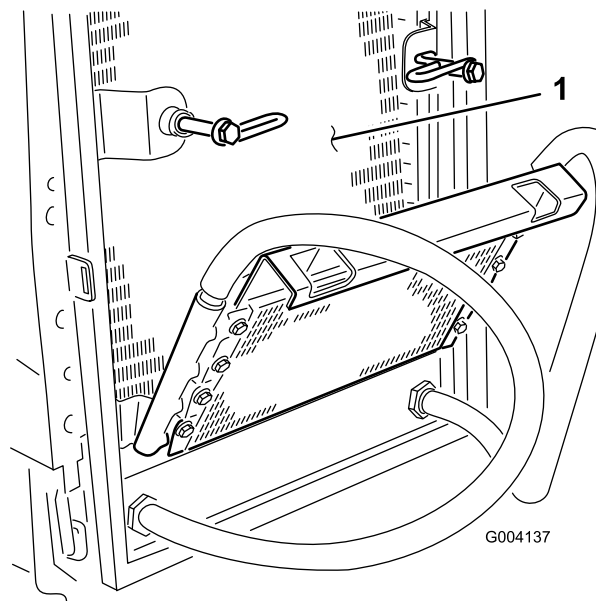

Bild 61
6. Reinigen Sie beide Seiten des Ölkühlers und des Kühlers gründlich mit Druckluft (**Bild 61**).